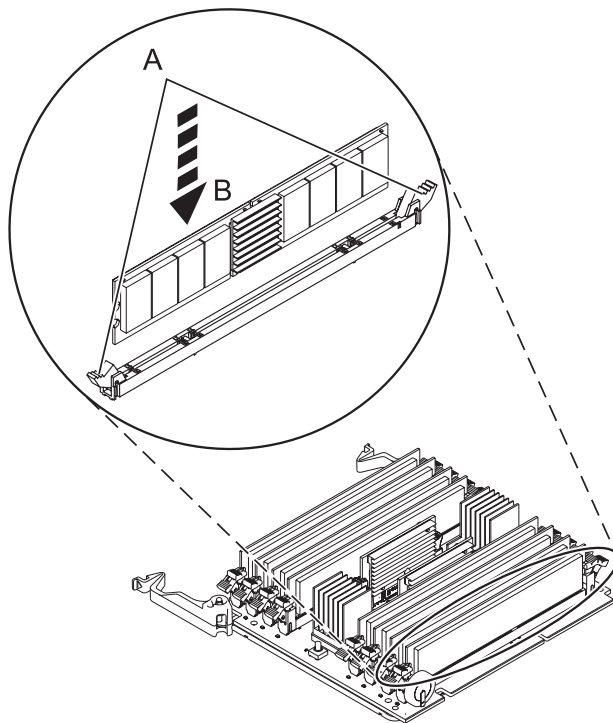

Figura 9. Substituir um módulo de memória
12. Certifique-se de que as patilhas de fecho do conector (**A**) estão premidas para fora, na posição de desbloqueio, tal como ilustrado na Figura 9 na página 16, antes de instalar um módulos de memória novo.